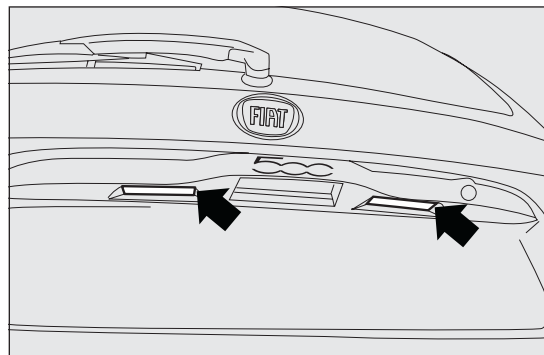

Abb. 119
- ☐ Auf den vom Pfeil Abb. 119 angegebenen Punkt einwirken und die Scheibe A entfernen;